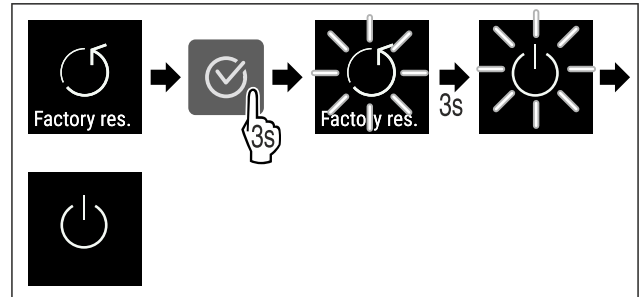

Fig. 92
- ▶ Wykonać czynności (patrz Fig. 92) .